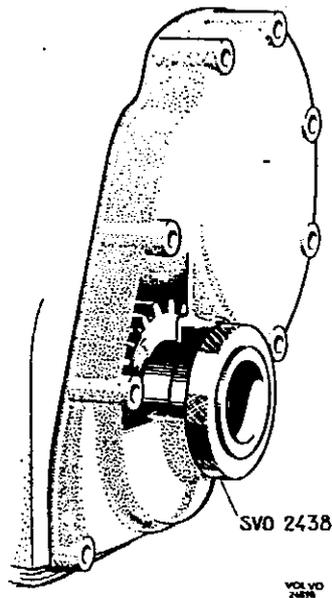

Abb. 43 Zentrieren des Steuergehäusedeckels
6. Deckel mit Zentrierhülse SVO 2438 zentrieren, siehe Abb. 43. Bei Festziehen die Hülse drehen und die Lage des Deckels einstellen, so daß die Hülse nicht festgeklemmt wird. Nach endgültigem Anziehen des Deckels kontrollieren, daß sich die Hülse leicht drehen läßt, ohne zu klemmen.